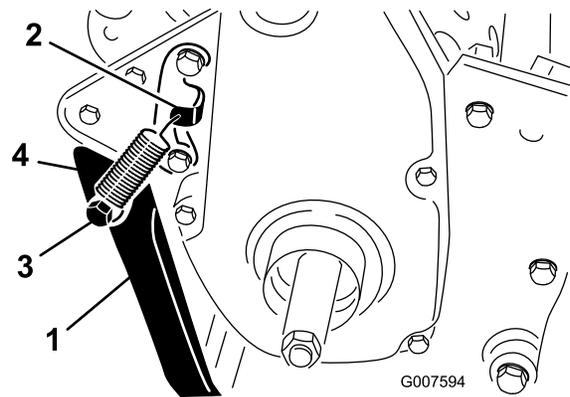

Figura 6
3. Monte o apoio em cada lado do chassi com um parafuso, anilha de bloqueio, espaçador, anilha de cabeça chata e porca de bloqueio (Figura 6).
2. Prenda a mola no furo do suporte da mola e na fixação da mola alinhando a cavilha da mola com os furos de montagem na parte traseira do chassi (Figura 6).